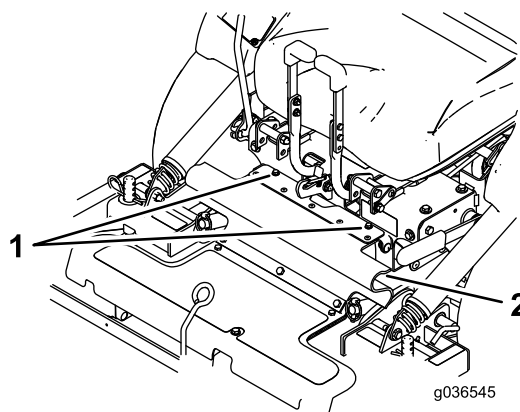

Bild 8
3. Lösen Sie die Schraube, mit der die Schutzvorrichtung befestigt ist (Bild 8).
3. Befestigen Sie die Schutzvorrichtung mit den Schrauben (Bild 8).